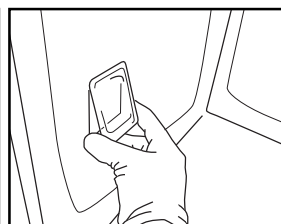

Fig.9
5. Placera lampskyddet mot panelen och tryck på skyddet tills det fästs med ett "klick" (fig. 9).